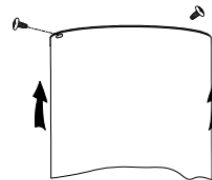

Рис. 9
10. Протягніть внутрішній димохід вгору та використайте 3 гвинти ST4X8 для фіксації внутрішнього димоходу на площині підвісу. Див. рис. 9.